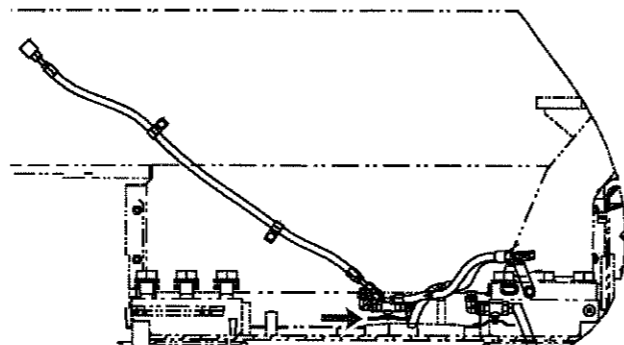

Ilustración 223
7. Abra la válvula de corte del combustible. Vea la ilustración 223.